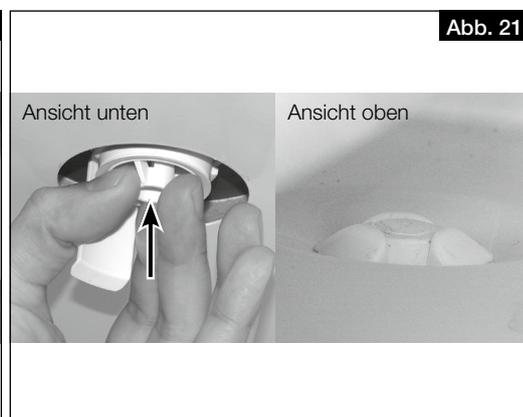

Abb. 21
2. Befestigungsteil von unten in die Öffnung der Bodenwanne stecken, bis die Krallen an der Blechkante der Bodenplatte einrasten (s. Abb. 21).